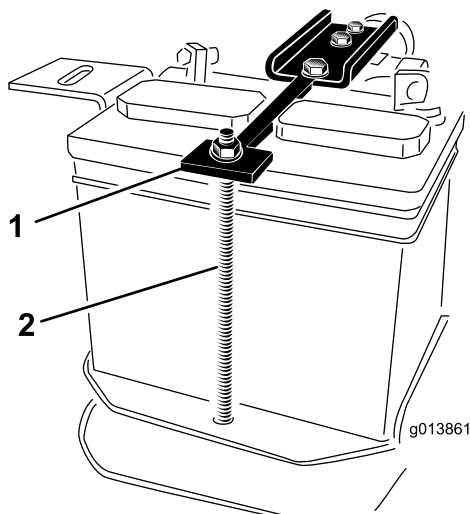

図 4
4. バッテリー押さえ用ストラップを固定しているナット2個を外し、ナット、ワッシャ、ボルトチューブを脇によける 図 4。